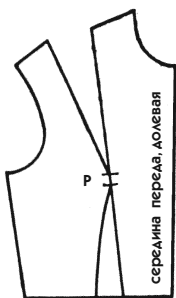

Рис. 103
1. Скопируйте с базового лекала перед лифа, четко покажите 2 вытачки (на груди и на талии), а также пометьте конечные точки вытачек (рис. 103).
Лекало на рис. 103 с закрытой и заколотой на булавку вытачкой является пока лишь подготовительным — с его помощью вы сделаете окончательный вариант. Конечно, можно использовать его и в сыром виде, но лучше начертить чистовое лекало без лишних сгибов. Чтобы не оставлять булавок в лекале, зафиксируйте закрытую вытачку на груди скотчем.